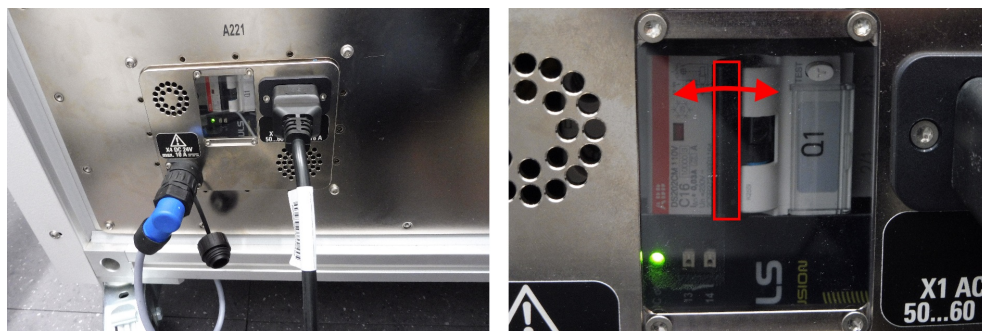

Рис. 9-1: Модуль питания на вводе [A221] (рис. справа: рычаг автоматического выключателя показан красным цветом)
3. Если питание камеры по-прежнему отсутствует, то проверьте ее автоматический выключатель (рис. 9-1).